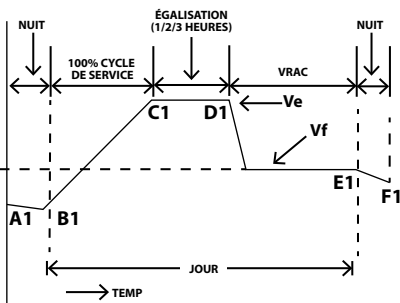

Fig 4.2B. Algorithme d'égalisation
- Acide au plomb - Charge d'égalisation (Fig 4.2B):** Ceci est fait automatiquement tous les 28 jours ou à cause d'un démarrage manuel. Étape 1: Étape de Masse (Un Cycle de Service de 100% qui est équivalent au Courant Constant) → Étape 2: Étape d'égalisation - charge à tension constante à la tension d'égalisation → Étape 3: Étape de Maintien (Très Faible Cycle de Service de 0% à < 10% qui est équivalent à la Tension Constante).